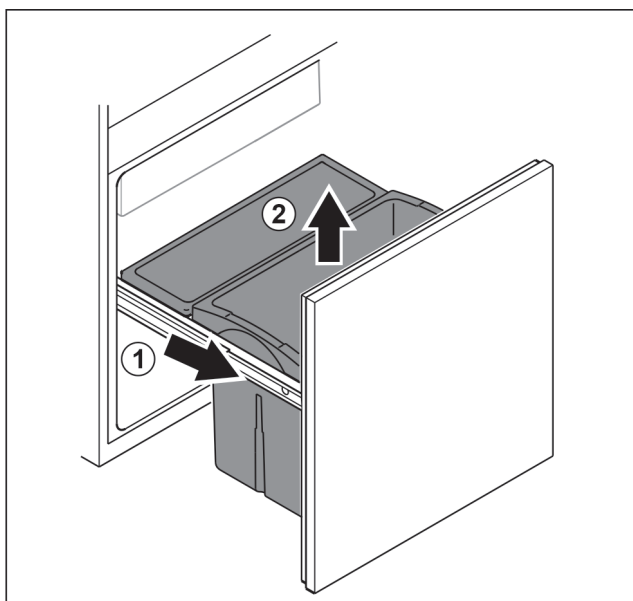

Fig. 148
- ▶ Vytáhněte vysouvací vozík až na doraz. Fig. 148 (1)
- ▶ Vyjměte zásuvku nahoru. Fig. 148 (2)